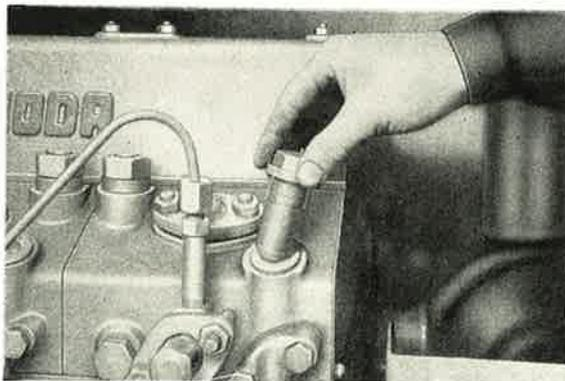

Abb. 64
- l) Wenn zur Kühlung Meerwasser verwendet wird, müssen die Zylinderköpfe Zinkeinsätze erhalten (Abb. 64), die vom Meerwasser ausgeätzt werden. Das Ausätzen der Stöpsel bemerkt man daran, dass Wasser aus den Stöpselöffnungen zu fließen beginnt. Ist dies der Fall, müssen die Stöpsel durch neue ersetzt werden. Die Stöpsel verhindern das Ätzen der Zylinderköpfe.